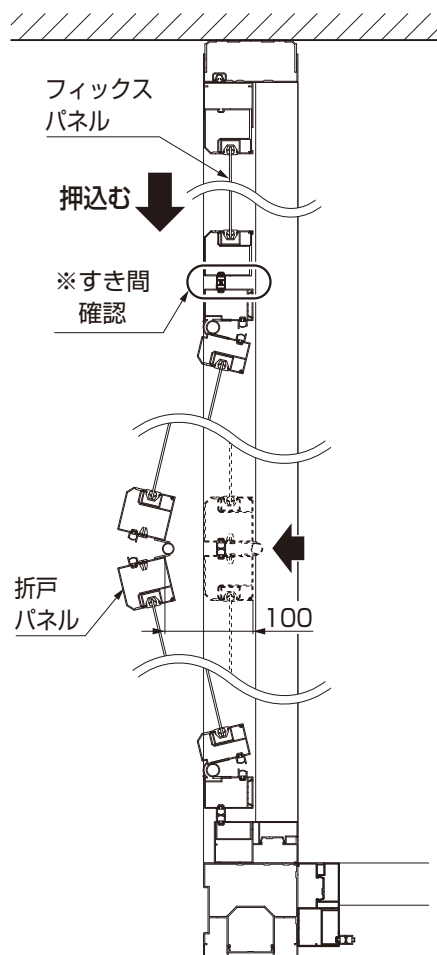

図3-10 すき間確認
- ① 折戸パネルを外側に100mm折りたたんでください。(図3-10参照)
- ② 調整フィックスパネルと折戸パネルの間にすき間がないことを確認してください。(図3-10参照)